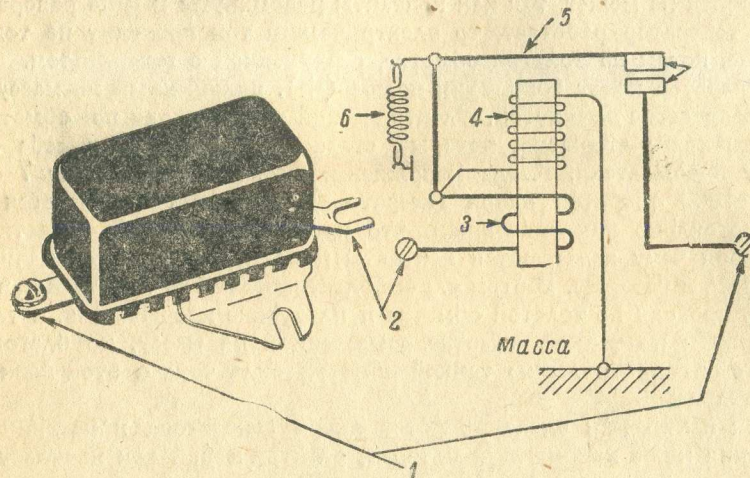

Рис. 57. Реле.
Реле состоит из двух обмоток — толстой и тонкой, сердечника и прерывателя с двумя контактами. Схема устройства реле показана на рис. 57. На сердечник намотана толстая обмотка (3) и последовательно соединенная с нею тонкая обмотка (4). Один конец тонкой обмотки присоединен к массе, а второй ее конец, соединенный с концом толстой обмотки, соединен с пластиной прерывателя (5). Пластина прерывателя при помощи пружины (6) удерживается в таком положении, что контакты (7) разомкнуты. Клемма (2) соединяется с отрицательной клеммой генератора, а клемма (1) — с отрицательной клеммой батареи.